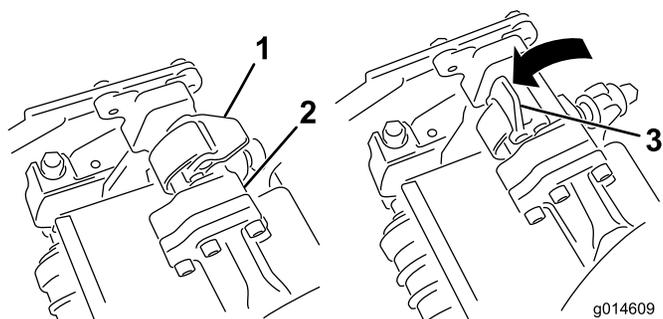
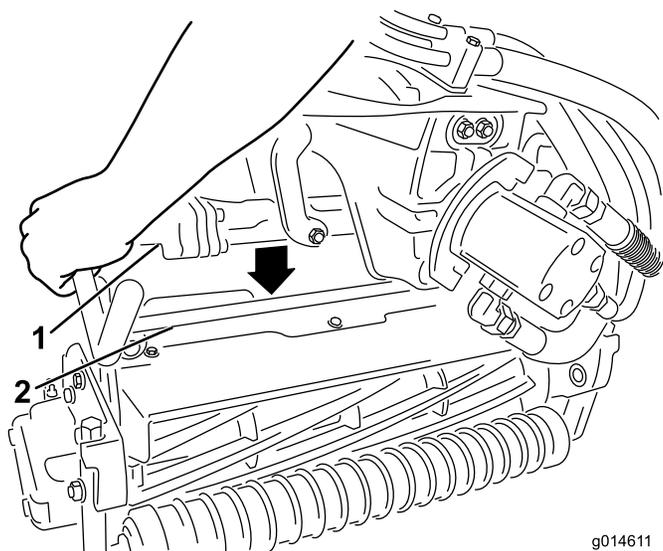

Рисунок 33
Рисунок 34
4. Когда защелки на штанге рычага подвески направлены вверх (т.е. открыты) (Рисунок 33), нажмите на рычаг подвески, чтобы штанга села на поперечный стержень над режущим блоком (Рисунок 34).
5. Опустите защелку и поверните вокруг стержня режущего блока и зафиксируйте их (Рисунок 33).
5. Откройте защелки на штанге рычага подвески демонтируемого режущего блока (Рисунок 33).